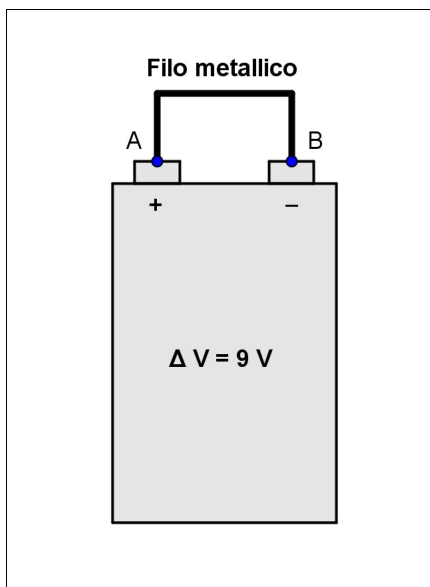

Fig. 2: Filo metallico collegato ad una pila
- il generatore di tensione elettrica ΔV (cioè la pila della fig. 2);
- la resistenza R (legata al filo della fig. 2);